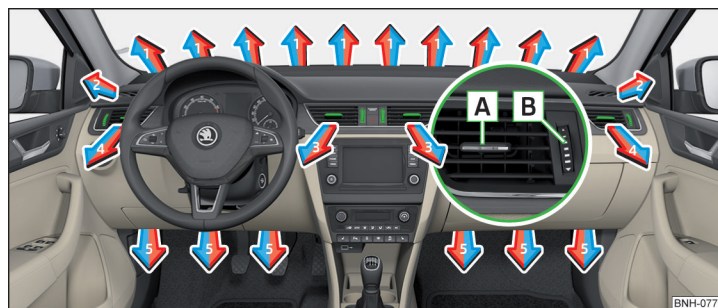

Fig. 111 Fantele de ventilație
La fantele de ventilație **3** și **4** » fig. 111 se poate modifica direcția curentului de aer, iar duzele se pot deschide și închide și individual.
Reglarea sensului de curgere a aerului are loc prin deplasarea servoelementului **A** » fig. 111 în direcția dorită.
- Rotiți regulatorul **B** în sus/jos » fig. 111.
Setarea direcției fantei de ventilație	Gurile de ventilație » fig. 111